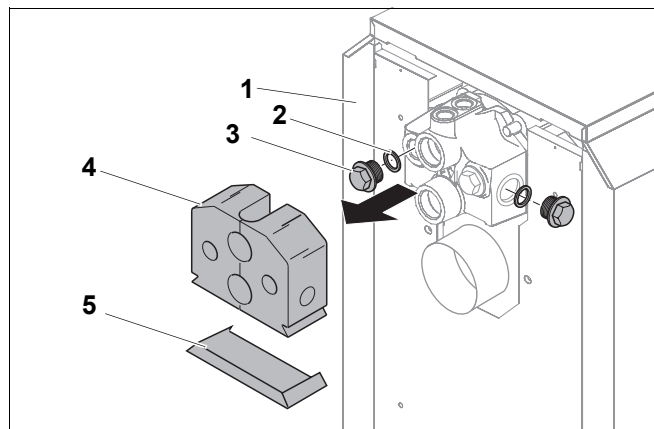

Рис. 4 Демонтаж деталей на соединительном участке
- Снять теплоизоляцию (рис. 4, **поз. 4**) и защитную крышку (рис. 4, **поз. 5**) с соединительного элемента (см. инструкцию по монтажу отопительного котла).
- Установить обшивку (рис. 4, **поз. 1**) согласно указаниям в инструкции по монтажу котла.
- Удалить заглушку (рис. 4, **поз. 3**) и уплотнение (рис. 4, **поз. 2**) с соединительного элемента.
- Вырезать теплоизоляцию (рис. 4, **поз. 4**) в соответствии с используемыми подключениями и надеть на соединительный элемент (см. инструкцию по монтажу и техническому обслуживанию отопительного котла).
- Надвинуть защитную крышку (рис. 4, **поз. 5**) вниз на теплоизоляцию.